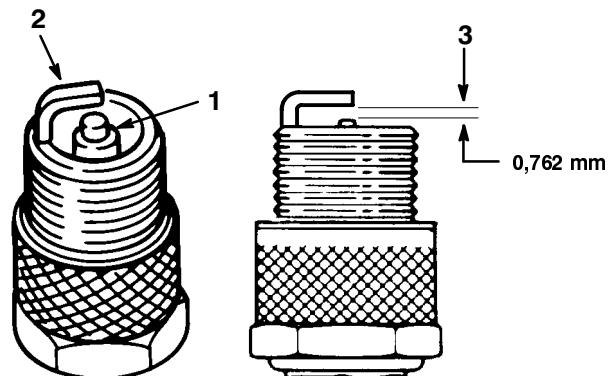

Figure 29
1. Inspectez le centre de la bougie (Fig. 29). Si le bec de l'isolateur est recouvert d'un léger dépôt gris ou brun, le moteur fonctionne correctement. S'il est couvert d'un dépôt noir, c'est généralement signe que le filtre à air est encrassé.
2. Contrôlez l'écartement entre l'électrode centrale et l'électrode latérale (Fig. 29). Courbez l'électrode latérale (Fig. 29) si l'écartement est incorrect.